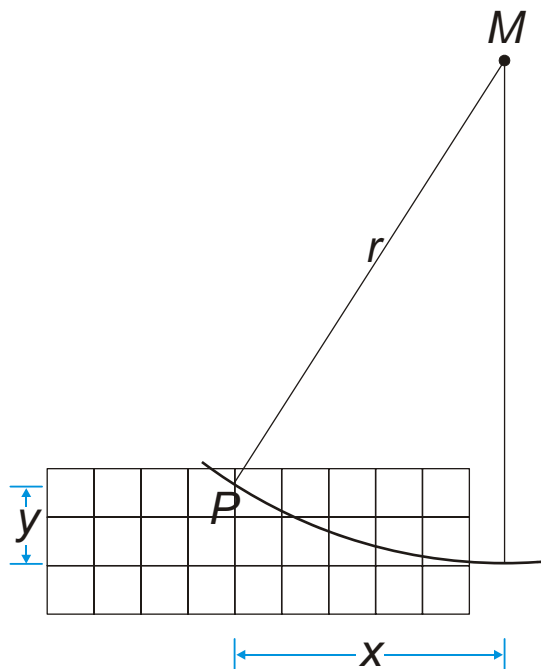
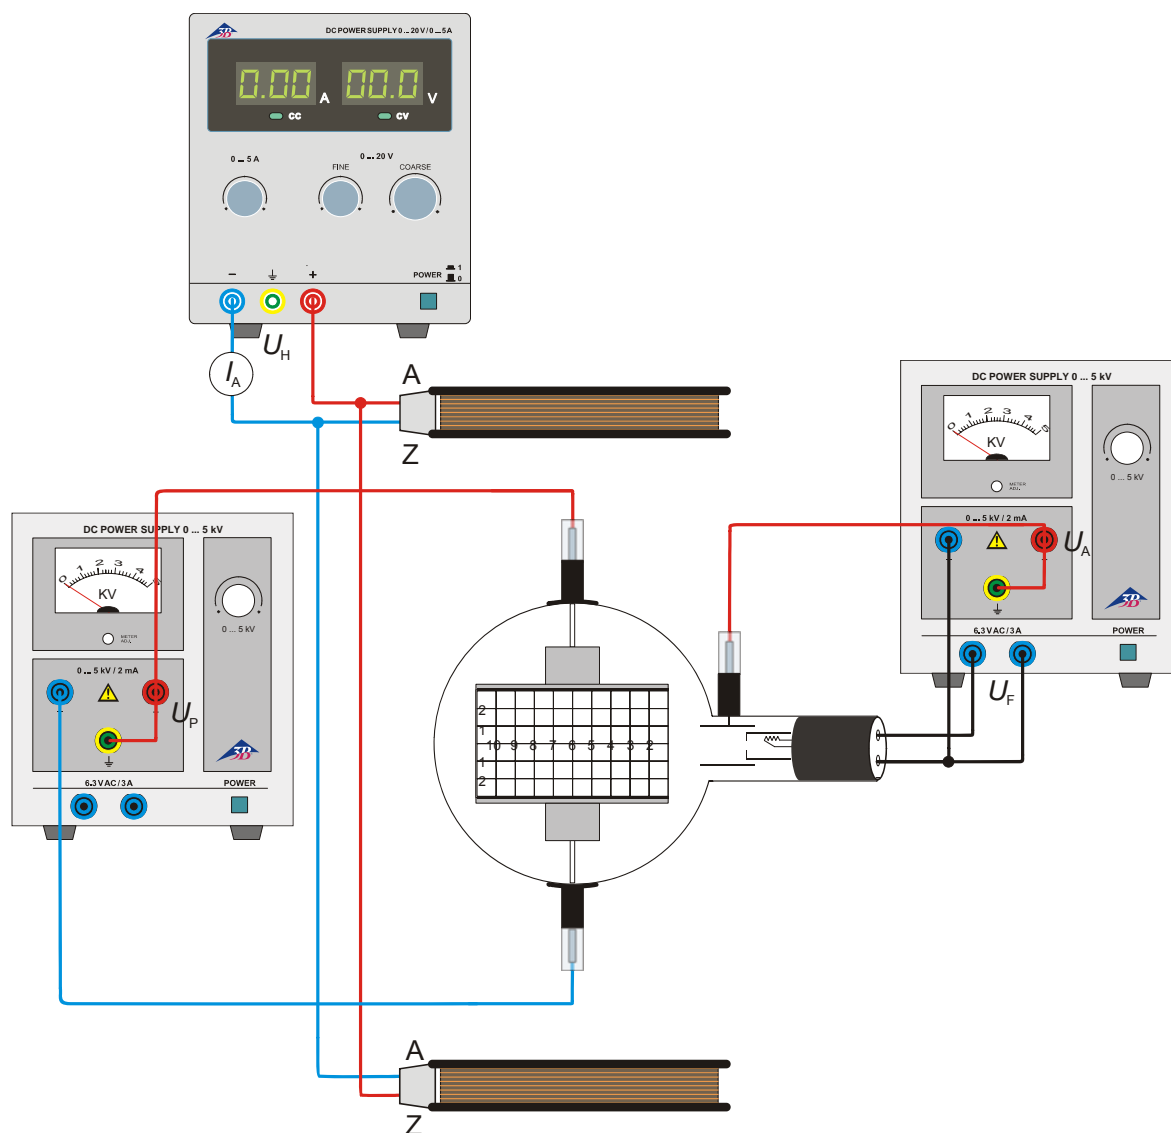

Fig. 1 Determinação de r
Fig. 4 Determinação de e/m por meio de compensação de campo
Para o rádio de curvatura r do feixe de elétrons desviado é válido, como claramente visível na fig. 1:
- Montagem da experiência conforme fig. 4, porém, adicionalmente com a bobina de Helmholtz, como na experiência 5.1 (fig. 1).